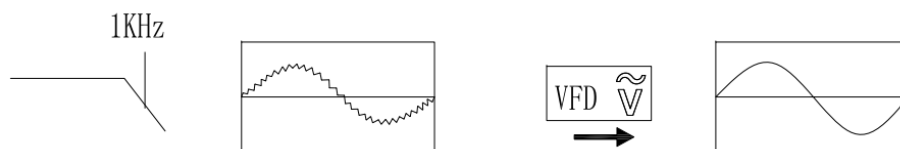

Рисунок 6
- 4) Кнопкой SELECT можно включить фильтр VFD для сложного синусоидального сигнала преобразователя частоты и двигателя (рисунок 6).